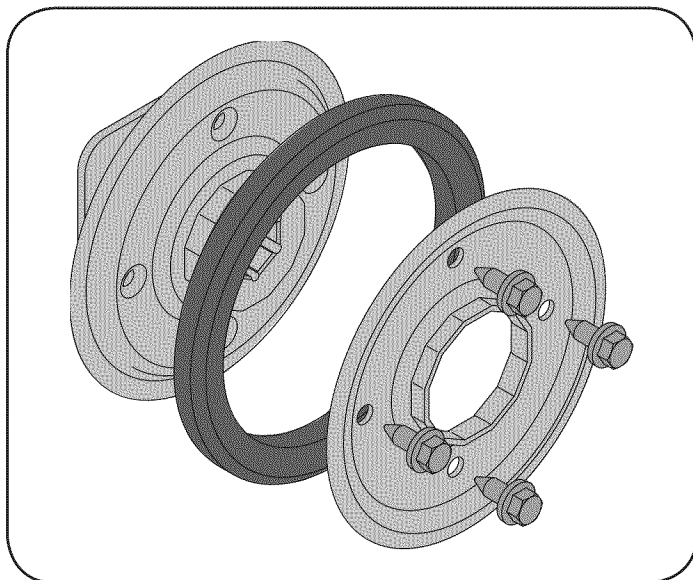

Figura 36
1. Saque los cuatro tornillos que mantienen unidas las placas laterales de la rueda de fricción. Vea la Figura 36.